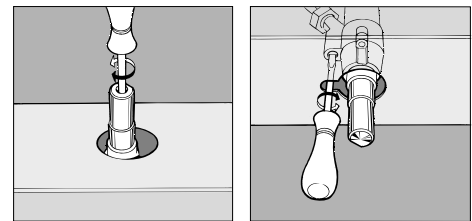

Abb. 7
2. Ziehen Sie den Reglerknopf ab und verstellen Sie dann die innen oder seitlich der Gashahnstange befindliche Einstellschraube, bis eine kleine, gleichmäßige Flamme erreicht wird (Abb.7).